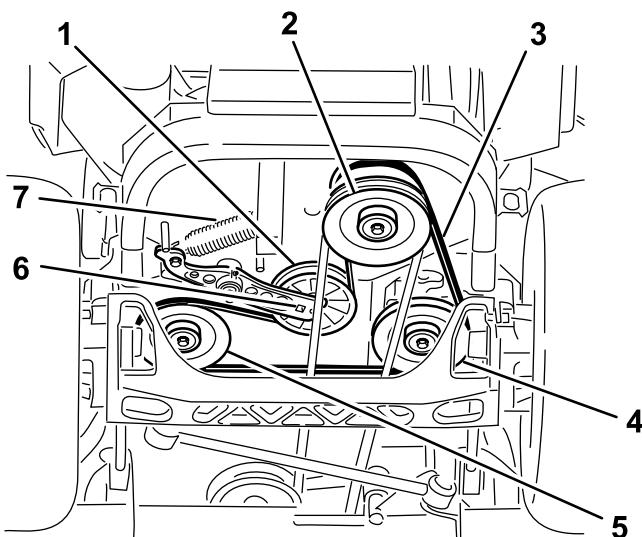

Bild 97
4. Heben Sie die Maschine an und stützen Sie sie mit Achsständern ab (Bild 97).
5. Setzen Sie eine Ratsche in das rechteckige Loch im Spannarm ein, um die Spannscheibenfeder zu entfernen (Bild 97).
6. Haken Sie die Spannscheibenfeder vom Rahmen aus (Bild 97).
9. Setzen Sie einen Schraubenschlüssel in das rechteckige Loch im Spannarm ein, um die Spannscheibenfeder im Rahmen einzusetzen (Bild 97).